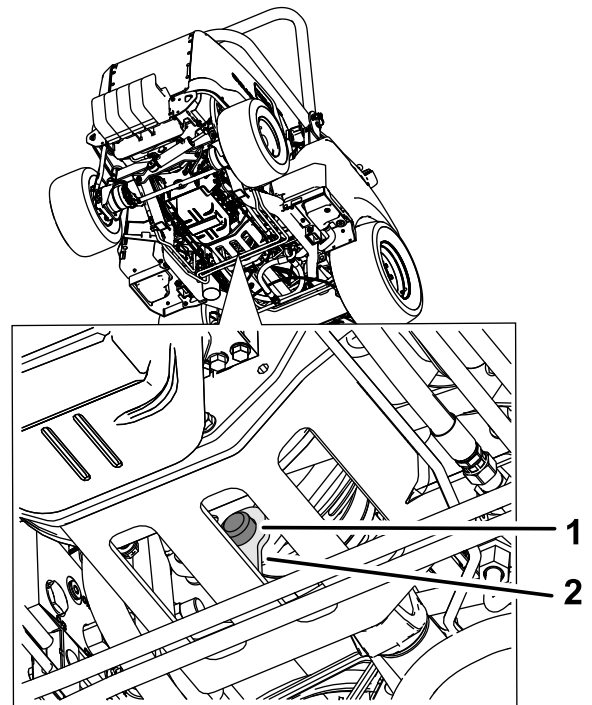

Bild 80
3. Entfernen Sie den Gummipuffer von der Metallhalterung und der Kupplung (**Bild 80**).